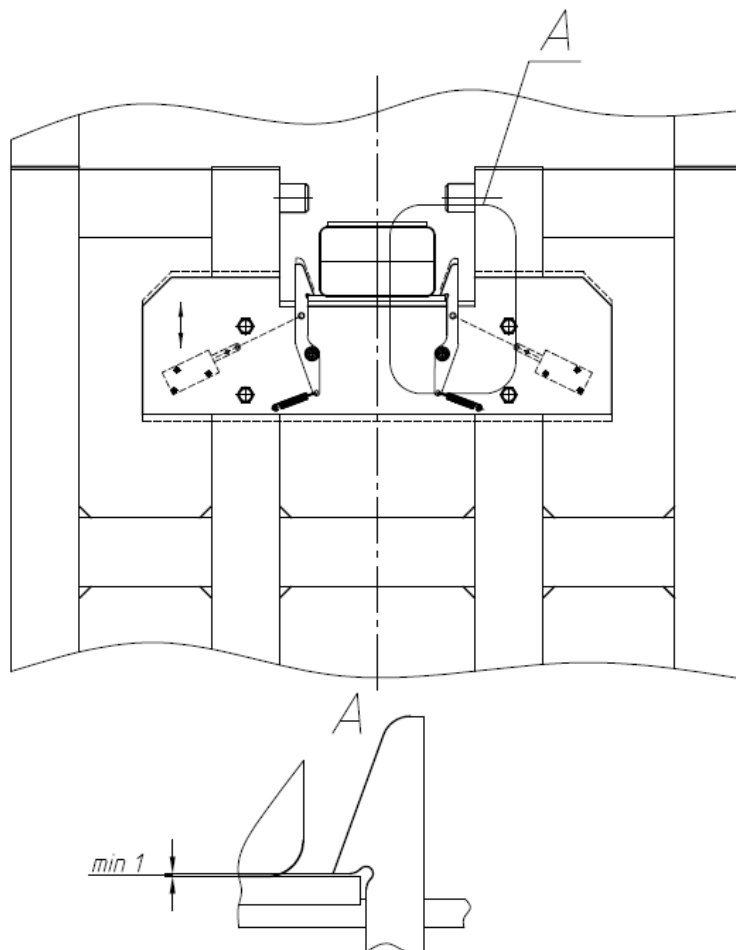

Рисунок 12
1.1.12 Выполнить регулировку зазора в захвате (рис. 12). Зазор должен быть в пределах 1-5мм.